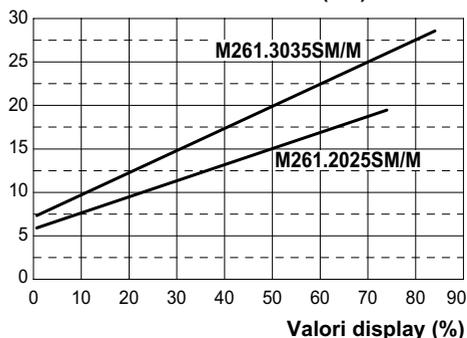
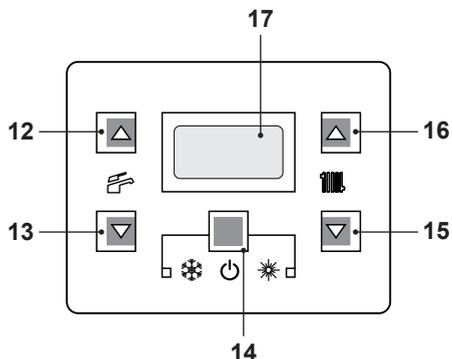
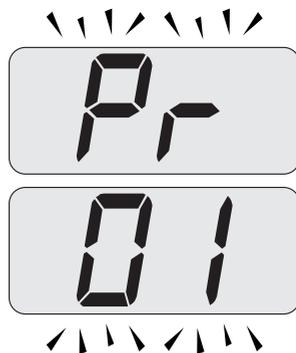
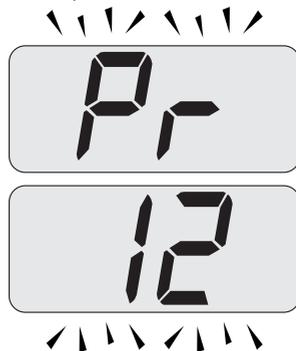

Figura 7.9
Figura 7.13
Figura 7.14
Figura 7.15
Il grafico in Figura 7.9 rappresenta come varia la potenza utile della caldaia in riscaldamento al variare del valore impostato nella scheda comando.
- Entrare in "modalità programmazione" premendo contemporaneamente per 10 secondi i tasti 14 - 15 - 16 (Figura 7.13) fino a far apparire sul display LCD le lettere **Pr** che si alternano con il codice **01**, indicanti l'entrata nel "parametro 01" (Figura 7.14).
- Scorrere i vari parametri utilizzando i tasti 15 o 16 fino a far apparire sul display LCD le lettere **Pr** che si alternano con il codice **12**, indicanti l'entrata nel "parametro 12" (Figura 7.15).
- Premere contemporaneamente i tasti 14 e 16 (Figura 7.13) fino a far apparire sul display LCD il valore del parametro 12 (Figura 7.16) (74=M261.2025SM/M o 84=M261.3035SM/M).
- Utilizzando i tasti 15 o 16 (Figura 7.13) è possibile modificare il valore del parametro 12 (riferirsi al grafico Figura 7.9 per determinare il valore corretto in funzione della potenza utile di riscaldamento).
- Premendo il tasto 14 (Figura 7.13) si ottiene la conferma del valore inserito.
- Premendo contemporaneamente i tasti 14 e 15 (Figura 7.13) si esce senza modificare il valore (ritorno alla lista parametri Figura 7.15)
- Premendo contemporaneamente per 10 secondi i tasti 14 - 15 - 16 (Figura 7.13) si esce dalla "modalità programmazione".